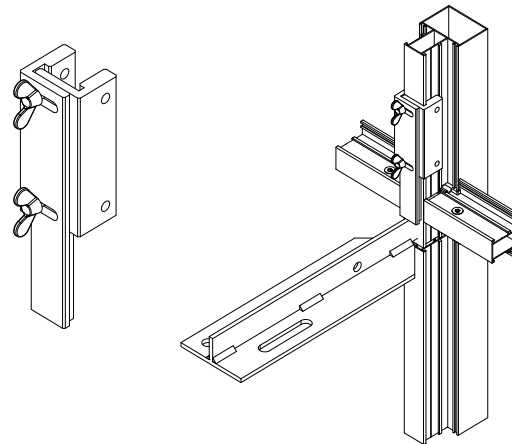

Рис. 16.31
- для удобства сверления на объекте отверстий под установку крепежных элементов, для кронштейна АУРС.100.1750 разработан кондуктор АУРС.100.2100 (рис. 16.31).